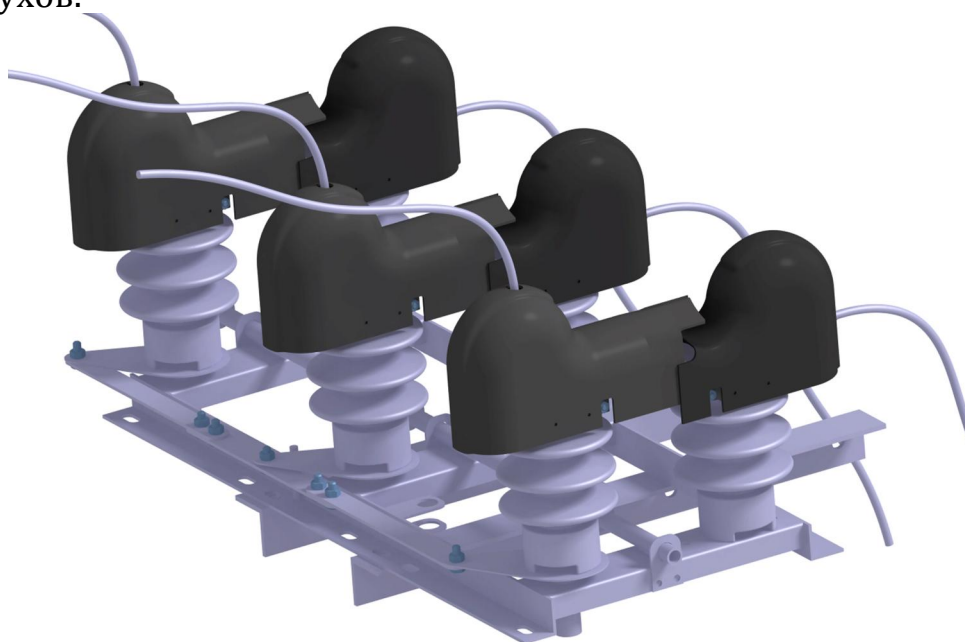
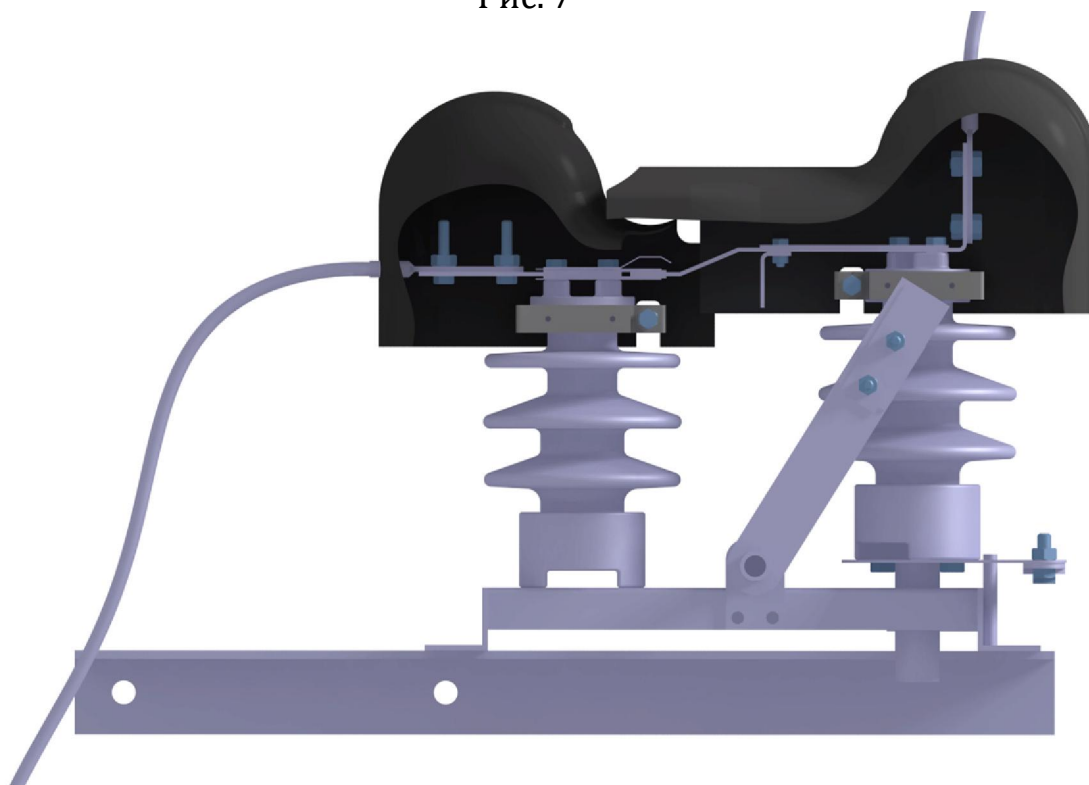

Рис. 7
Рис. 8
3.5. Произвести монтаж защитных колпаков. (Рис.7). Монтаж проводится путем фиксации колпака на верхнем, металлическом элементе каждого изолятора разъединителя (Рис.8). Колпак фиксируется затяжкой болта хомута. Момент затяжки не более 5 Нм. При монтаже не допускать повреждение защитного покрытия кожухов.